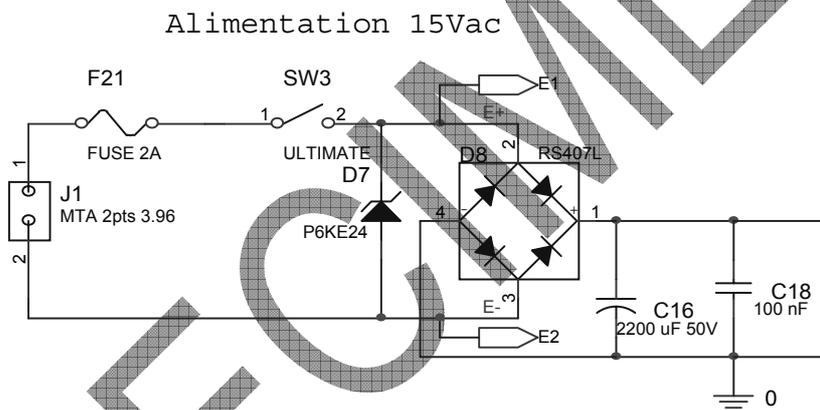

fig.12
Cette partie est indiquée ci-dessous fig.12
- 2.3.1.4 En vous servant du schéma de la figure 12 (TP 1), expliquer pourquoi la valeur crête de la tension V_s n'est pas égale à celle du signal $2,5 \times V_{image}$